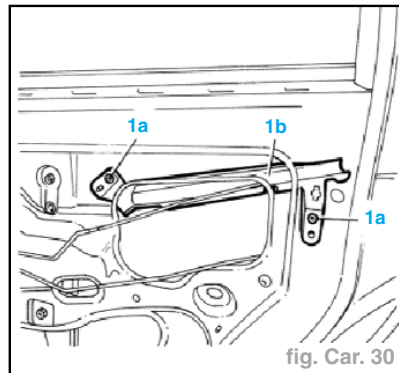

fig. Car. 30
- Au moyen d'une perceuse, enlever les rivets de fixation (1a), puis détacher la cloison anti-effraction (1b) de son siège (fig. Car. 30).